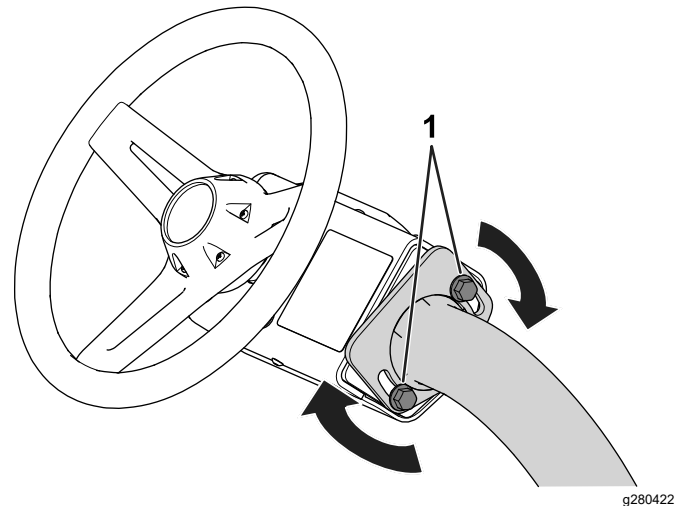

Figura 34
1. Afloje los pernos (Figura 34) que sujetan el conjunto del volante al brazo de dirección.
3. Apriete los pernos (Figura 34) para fijar el volante en la posición deseada.